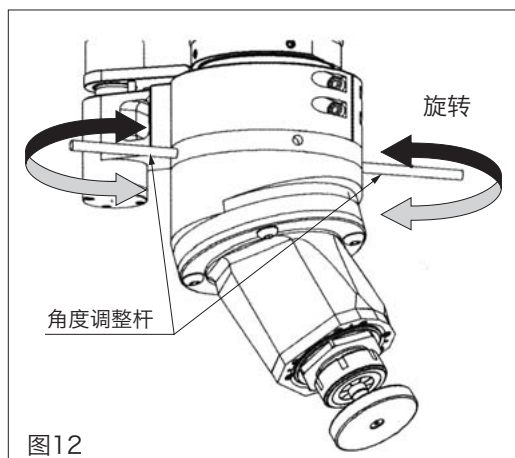

图12
- 2 插入角度调整杆到本体壳的调整孔,转回本体壳调整刀尖方向角度。(图12) 这时,请利用在「刀尖方向确认(P8)」确认的刀尖方向刻度位置为基准调整本体壳可以简单的调整。